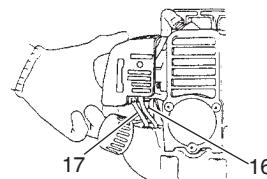

Fig. 12
* Pressez la poire de la pompe d'amorçage (16) à plusieurs reprises pour que le carburant puisse s'écouler par le tuyau de retour (17). (Fig. 12)